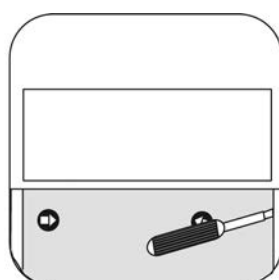

рисунок 11: Демонтаж декоративной крышки
- Осторожно снять декоративную крышку с помощью отвертки (рисунок 11).
Регуляторы настройки для порога освещенности и чувствительности находятся на накладке сигнализатора движения 1,10 м за крышкой (1) и на накладке сигнализатора движения 2,20 м на задней стороне прибора. Осторожно снять крышку (1) с помощью отвертки (рисунок 11). Период последствий изменять запрещено.